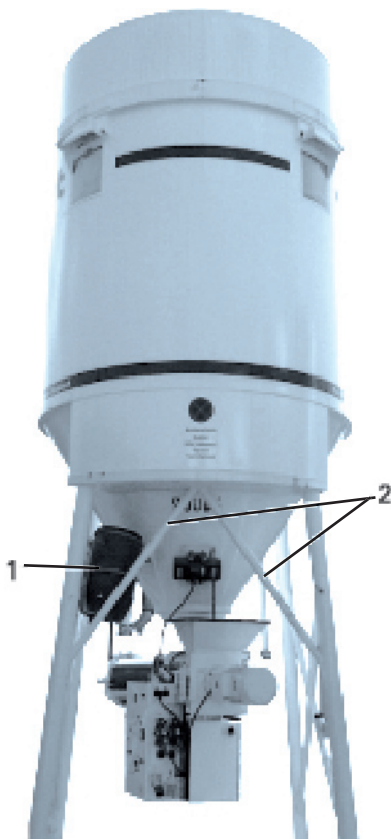

Bild 13: Silo TS19/1
- Silokreuz (Bild 13, 2) gegenüber Mannlochdeckel anbringen
- Lage des Wasserfasses verändern (Bild 13, 1), dazu die Halterung für das Wasserfass in 2 m Höhe am hinteren Silobein anbringen; die Halterung zeigt zur Silomitte